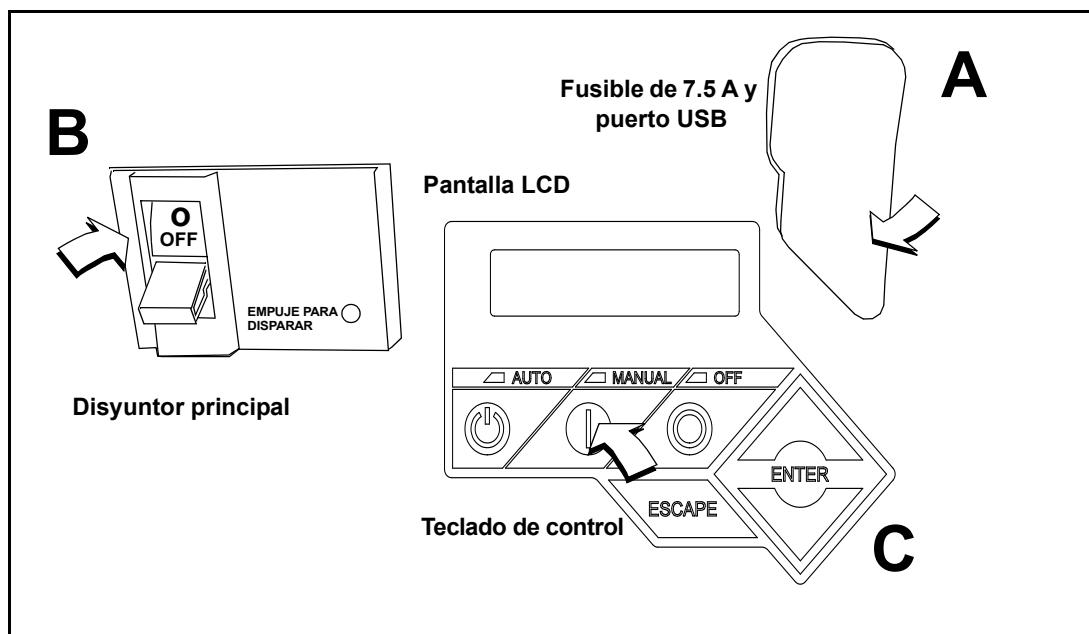

Figura 3-6. Tablero de control del generador
1. Tire hacia arriba de la protección de caucho que cubre el portafusibles y verifique la instalación del fusible de 7.5 A. Vea A en la Figura 3-6.
2. Mueva el interruptor del disyuntor principal hacia abajo a la posición OFF (Abierto). Vea B en la Figura 3-6.
3. Pulse MANUAL en el teclado de control para arrancar el motor. Un LED azul se ilumina para confirmar que el sistema está en el modo MANUAL. Vea C en la Figura 3-6.